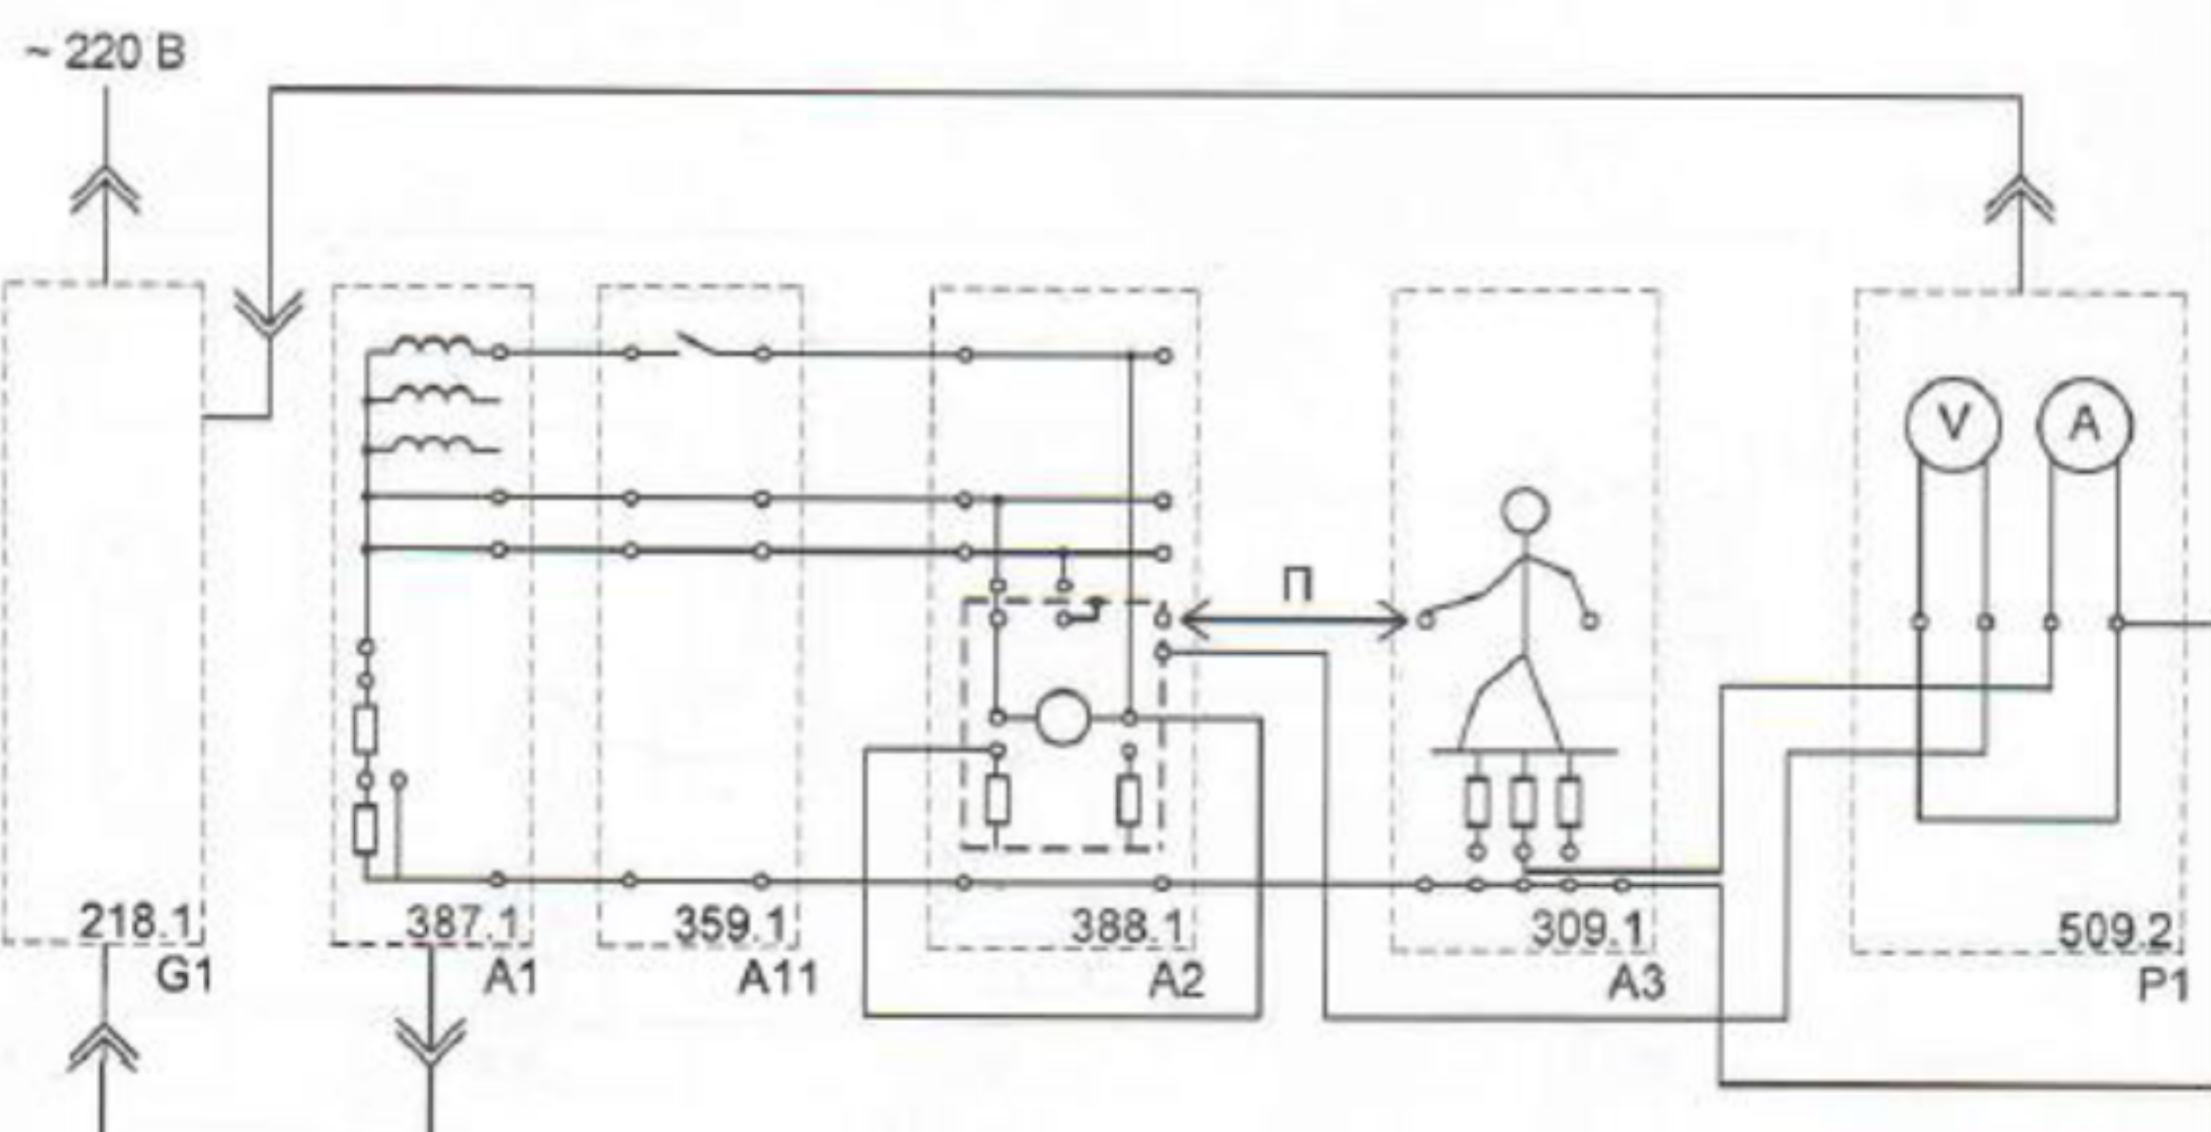

Рис. 1.2. Схема для определения силы электрического тока через тело человека при косвенном прикосновение его к частям, находящимся под напряжением:
- Соедините аппаратуру в соответствии со схемой электрической соединений, приведенной на рис. 1.2, а (1.2, б).